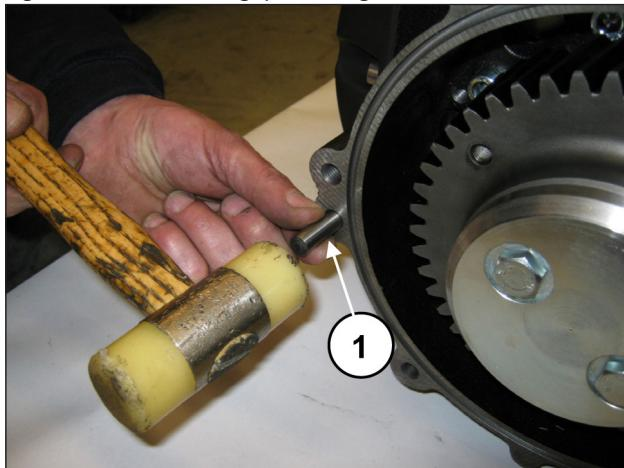
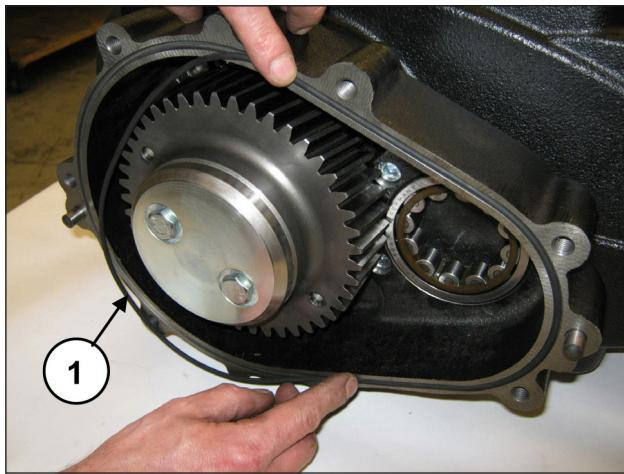

Fig. 78
Fig. 79
Appicare le 2 spine Ø10x24 alla scatola riduttore (pos. ①, Fig. 78) e inserire l'O-ring (pos. ①, Fig. 79).